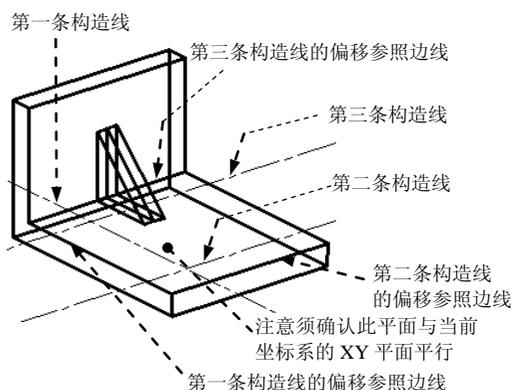
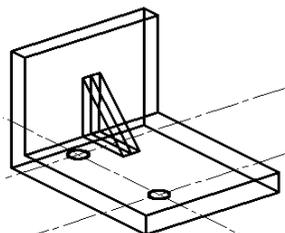
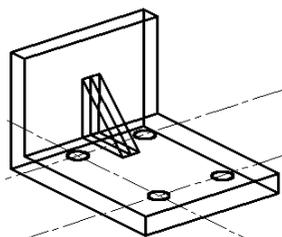
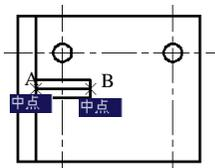

图 17.11.11 绘制三条构造线
图 17.11.12 绘制两个圆
图 17.11.13 圆的镜像
图 17.11.14 捕捉选择“中点”
(1) 绘制图 17.11.11 所示的三条构造线。
① 由于所有二维对象的创建、编辑、标注等操作只能在坐标系的 XY 平面内进行，所以须确认此时的坐标系的 XY 平面与图 17.11.11 所示的模型平面平行，这样才能在此平面内创建构造线；切换图层。在“图层”工具栏中，选择“中心线层”图层；参照边线绘制第一条构造线。选择下拉菜单 **绘图(D)** → **构造线(T)** 命令，在命令行中输入字母 O 后按 Enter 键，接着输入偏移距离值 20 后按 Enter 键，单击图 17.11.11 中的第一条构造线的偏移参，在该偏移参照边线右边的空白区域单击一点以确定偏移方向，按 Enter 键结束命令。
② 用相同的方法绘制第二条和第三条构造线，偏移距离值均为 15。
(2) 绘制图 17.11.12 所示的两个圆。将“图层”转换至“轮廓线层”图层；绘制第一
(3) 镜像前面绘制的两个圆（图 17.11.12）。为了方便镜像操作，先切换视点，选择下拉菜单 **视图(V)** → **三维视图(T)** → **前视(F)** 命令，此时的观察方位如图 17.11.13 所示；选择 **修改(M)** → **镜像(I)** 命令；选取步骤 (2) 中绘制的两个圆，按 Enter 键结束选择；捕捉选取图 17.11.14 中的中点 A 点和 B 点，在命令行中输入字母 N 后按 Enter 键。